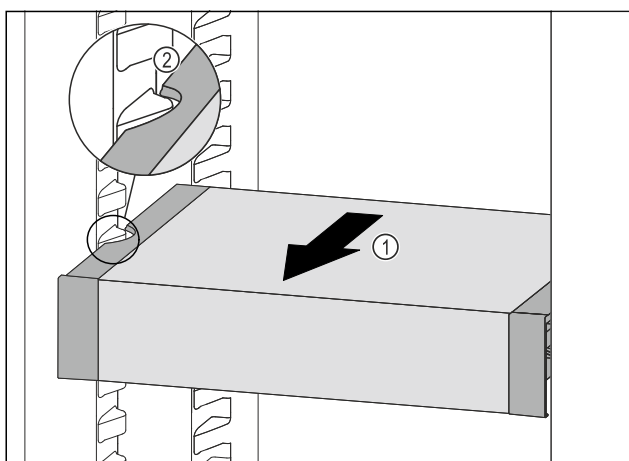

Fig. 96
- ▶ 向前拉动 VarioSafe Fig. 96 (1)，直至 VarioSafe 的侧凹槽与冷藏区中的容器肋梁持平。 Fig. 96 (2)